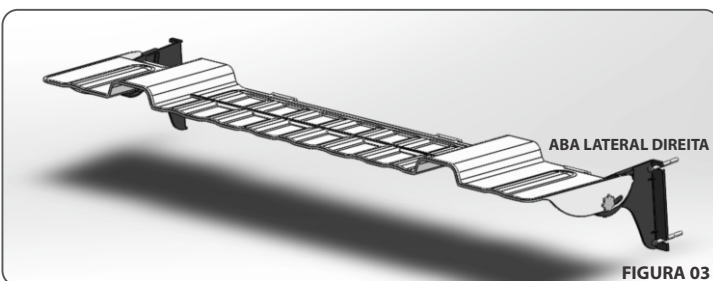

FIGURA 03
- > Repita la operación en la **Placa Lateral Izquierda - Figura 03**.